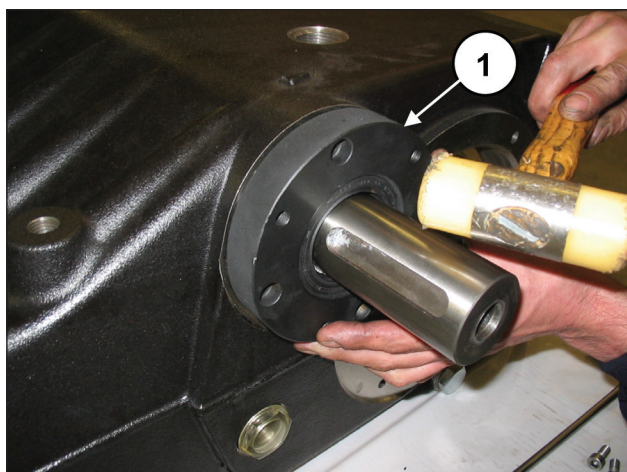
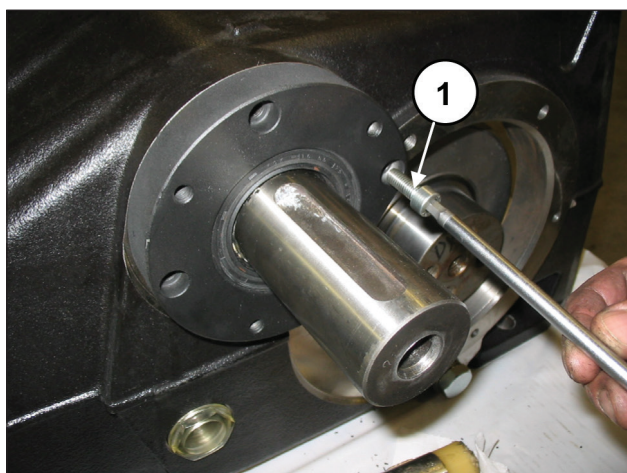

图 68
图 69
使用代码为27539500的工具 (①·图 68) , 将动力输出轴的首个轴承盖 (左或右) 连同油封安装到泵壳上, 并通过4个M8x30螺栓 (①·图 69) 固定。
在泵壳安装欠缺的动力输出轴轴承盖 (①·图 68) 并通过4个M8x30螺栓固定 (①·图 69)。